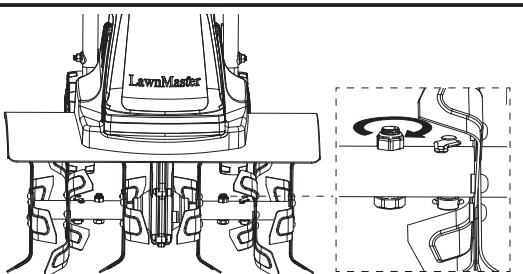

Fig. 12
- Serrez l'écrou de blocage à la main à l'aide d'une clé à fourche ou d'un cliquet avec douille (non inclus) (Figure 12).